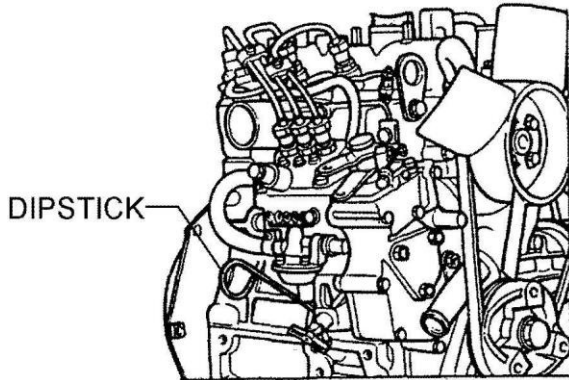

Рисунок 9. Извлечение щупа
2. Извлеките щуп уровня моторного масла из держателя (рис. 9) и протрите начисто.